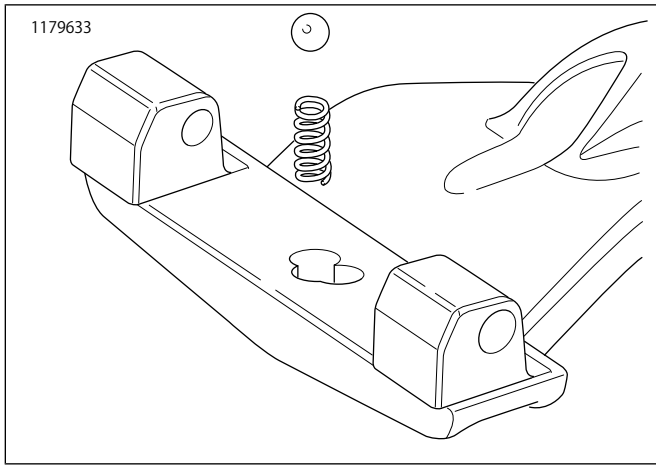

図3. ボールおよびスプリングの取り付け
5. 「図3」を参照してください。スプリングをフットボードサポートの固定穴に挿入します。ボールをスプリングの上部に置きます。
5. 「図3」を参照してください。スプリングをフットボードサポートの固定穴に挿入します。ボールをスプリングの上部に置き直します。